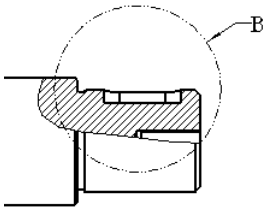

图 3.8.34 注释文本的放置位置
(2) 在 **视图名** 文本框中输入放大图的名称 B；在 **父项视图上的边界类型** 下拉列表中，选取  选项，然后单击 **应用** 按钮，此时轮廓线变成一个双点画线的圆，如图 3.8.34 所示。